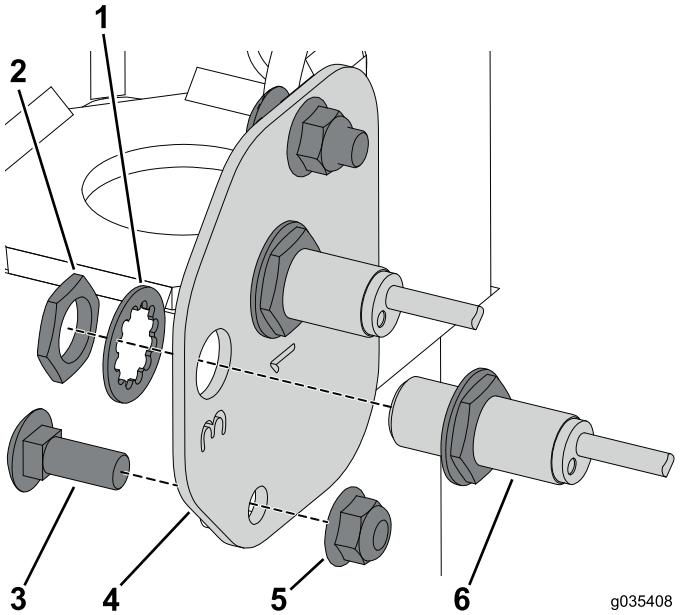

図 3
5. 右側センサーパートの近接センサーの前にあるリテーナナットとワッシャを取り外して保管する図 3。
7. 右側センサーパートをフレームに固定しているキャリッジボルトとフランジナットを外す図 3。